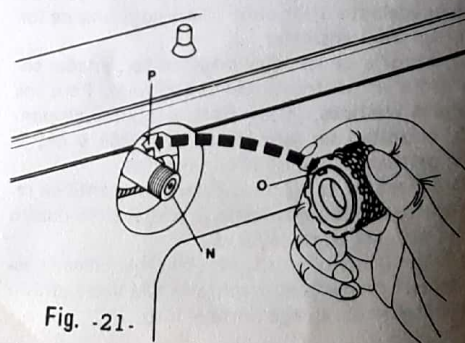

Fig. 21.
- \* Tomar el conjunto e introducirlo en el perno N (Fig. 21).